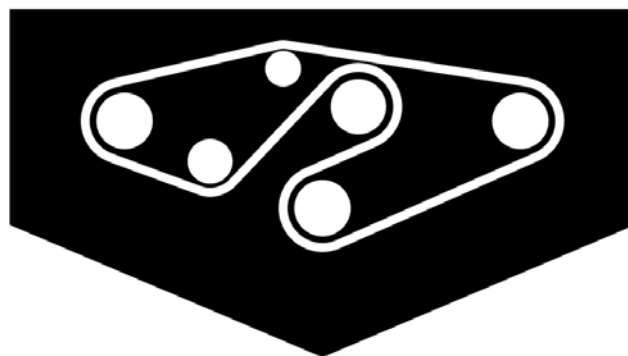

Figura 31
4. Coloque a nova correia nas polias da barra e na estrutura da polia intermédia, como se mostra na Figura 31.